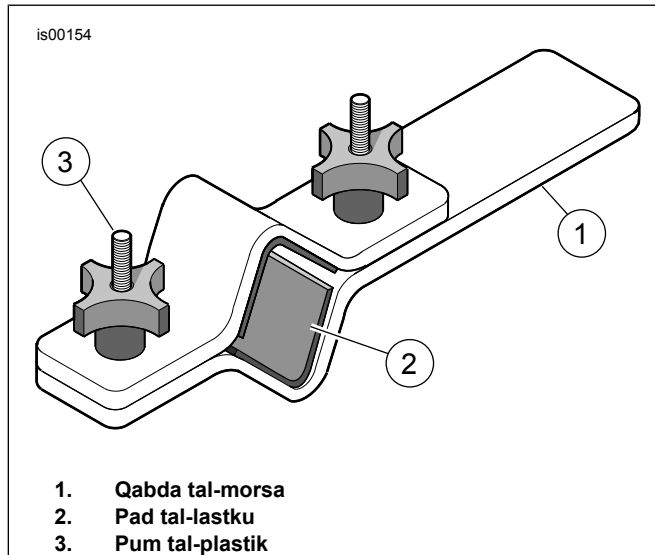

Figura 6. Holder tat-Tubu tal-Furketta (HD-41177)
1. Figura 6 Installa l-islajder tal-Holder tat-Tubu tal-Furketta (HD-41177) kif geġ:
a. It-tarf tal-klamp tal-għodda (1) fil-morsa f'pożizzjoni orizzontali.